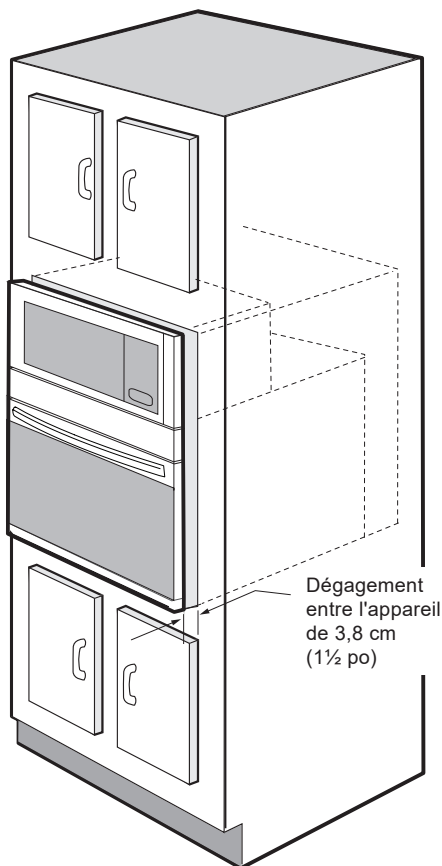

Figure 6
3. Installez le four dans l'ouverture de l'armoire. Faites glisser le four vers l'intérieur en laissant un dégagement de 3,8 cm (1½ po) entre le four et l'avant de l'armoire (figure 6).